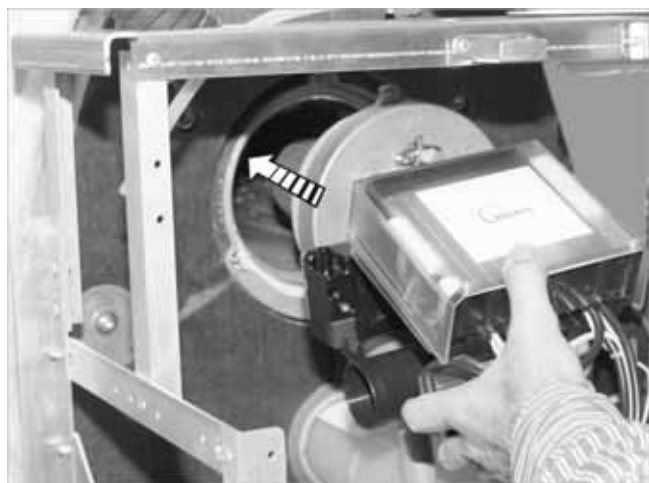

Abb. 4: Brenner SX-LN-3
- Bei SolvisMax / SolvisBen Gas und Öl erfolgt eine automatische Einstellung von Brennerart und Leistung. Für den Fall, dass die Regelung keine Kommunikation erkennt, werden Brennertyp und Leistung abgefragt: „LN3“ wählen, wenn es sich bei dem Gasbrenner um den neuen Brenner SX-LN-3 handelt (s. → Abb.4). Daran anschließend die Leistung initialisieren. Nach der Initialisierung muss dann der Brenner korrekt angeschlossen werden.